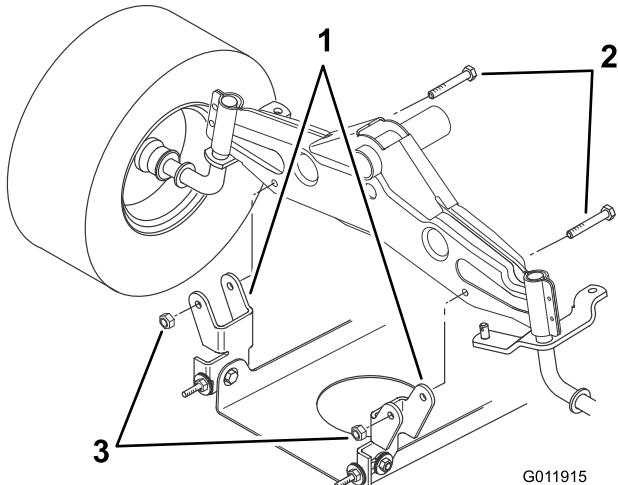

Figura 7
4. Instale los soportes de montaje del cortacésped al eje delantero con los pernos y las contratuerzas (Figura 7).